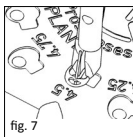
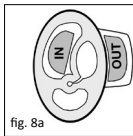

fig. 7
fig. 8a
■ **fig. 7/8** Pentru închiderea plăcuței din capăt trebuie utilizat cleștișorul de închidere din titan (REF 8000 137)! Cu cleștișorul de strângere (REF 8000 137) se îndoaie drept colierul în cadrul plăcii de capăt a protezei și astfel se fixează placa de capăt pe tija protezei (fig. 7). Pentru aceasta trebuie să se aibă grijă ca partea de lungime corectă a cleștișorului de strângere să se potrivească pe poziția corespunzătoare a plăcii de capăt a protezei. „INSIDE (interior)” pentru partea interioară a plăcii de capăt și „OUTSIDE (exterior)” pentru partea exterioară a plăcii de capăt (fig. 8a, 8b).
■ 图 7/8 闭合顶板时须使用小型钛夹钳(REF 8000 137)。用闭合钳(REF 8000 137)。将假体平板状一头的柄弄直,并与假体的杆装配起来(图7)。操作时请注意,确保闭合钳的使用正确,“内”对着平板状头的内部,“外”对着平板状头的外部(图8a, 8b)。